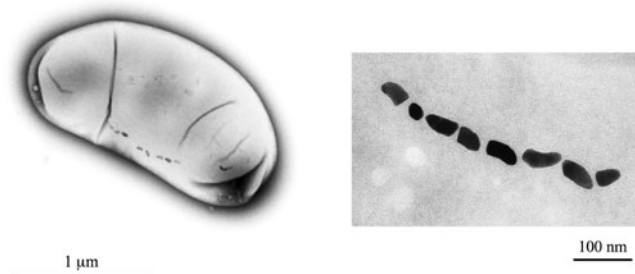

図2 磁性細菌(*Desulfovibrio magneticus*, RS-1株)の透過電子顕微鏡写真。細胞の中に並んだ粒上のが磁気微粒子。拡大すると、磁気微粒子の形態が弾丸状に制御されていることがわかる。
**新垣** — 菌体内で磁石を作り出す微生物を総称して磁性細菌とよびます。1970年代に、米国の研究者により、ボストン近郊の塩湖で発見されました。その後、世界中の川、池、海岸、油田、深海などに広く分布していることがわかり、これまでに、少なくとも属レベルで10グループが存在することがわかっています。最も多くの種類が発見されているのは、根粒菌や光合成細菌などが含まれる「 $\alpha$ プロテオバクテリア」に属するグループで、らせん状や球状の細菌などが知られています。いずれの磁石も脂質二重膜に覆われ、形の整った50～100ナノメートルほどのもの10～20個が、数珠のように連なっているのが特徴です(図2)。ただし、培養可能になっているのは、私たちの研究室で分離された3株を含め、世界に20株もないといわれています。